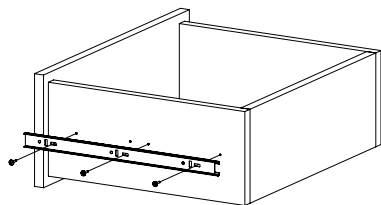

Рис.7
5. Внутренние планки телескопических направляющих закрепите на деталях 5, 6 при помощи шурупов 3,5х16 (Рис. 7).